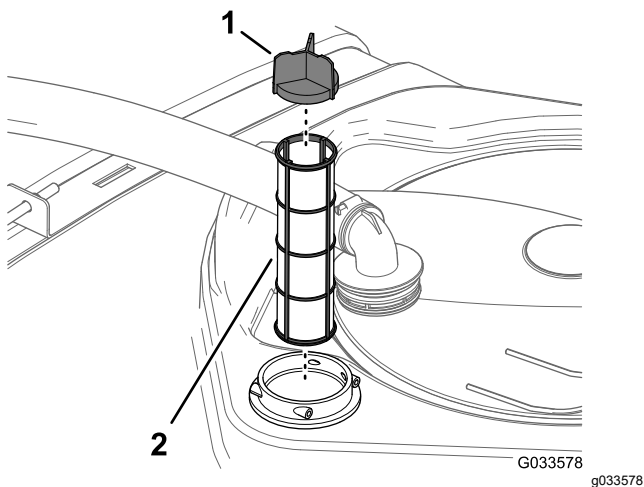

Figura 29
4. Retire el filtro de aspiración del alojamiento del filtro del depósito (Figura 29).